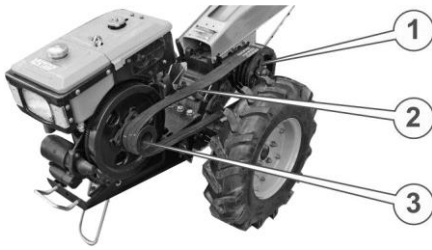

Рисунок 20. – Встановленні ремені
2. Виставити редуктор в зборі з кермом (див. рис. 20.) на рівній твердій поверхні в горизонтальному положенні, у разі необхідності – використовувати підпори.
19. Надягти шайбу на довгий натяжний болт М12 (3) (див. рис. 20.) та вставити його в отвір в рамі (4), наживити контргайку (2), закрити натяжний болт в отвір для гвинта в передній балці (1).